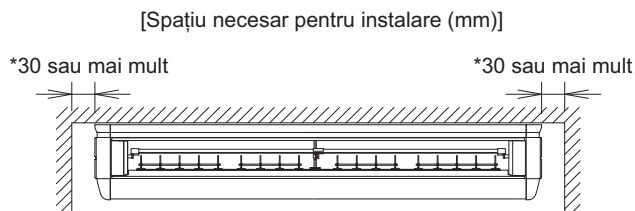

Fig. 1
- (1) Alegeți un loc de instalare care îndeplinește următoarele condițiile și este aprobat de client.
- Unde poate fi asigurată un spațiu suficient pentru instalare și service. (Consultați Fig. 1 și Fig. 2)